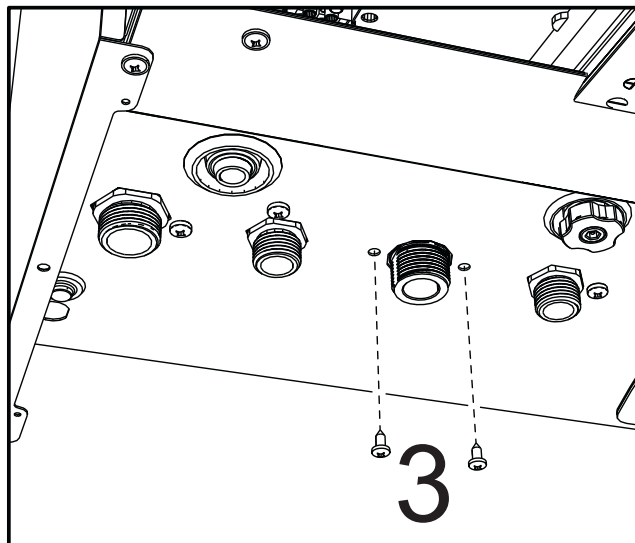

рис. 43
- Открутите винты "3" (рис. 43).